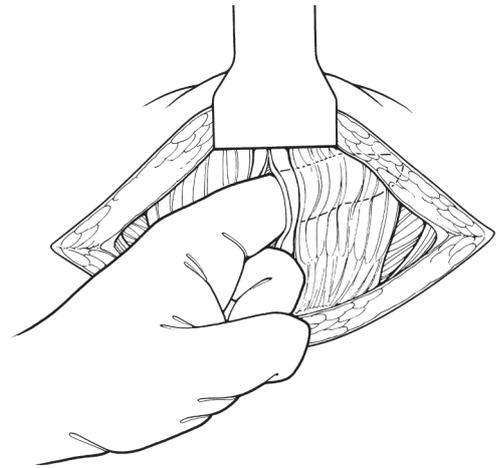

Abbildung 4-8. Linea Alba durchtrennen
10. Suprapubische Inzision setzen, die Rektusfaszie quer durchschneiden und die Linea alba durchtrennen, um den Retzius-Raum zu erreichen (**Abbildung 4-8**).